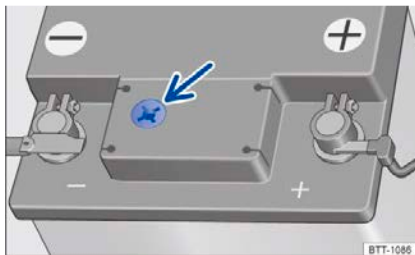

Рисунок 134. Смотровое отверстие аккумулятора на верхней стороне автомобильного аккумулятора 12 В (схематическое изображение)
- Обеспечьте достаточное освещение, чтобы аккумулятор 12 В, установленный на автомобиле, можно было четко идентифицировать → цветное окошко в круглом смотровом отверстии аккумулятора в верхней части, рис. 134 (стрелка). Никогда не используйте в качестве источника света открытый огонь или искрящиеся предметы.